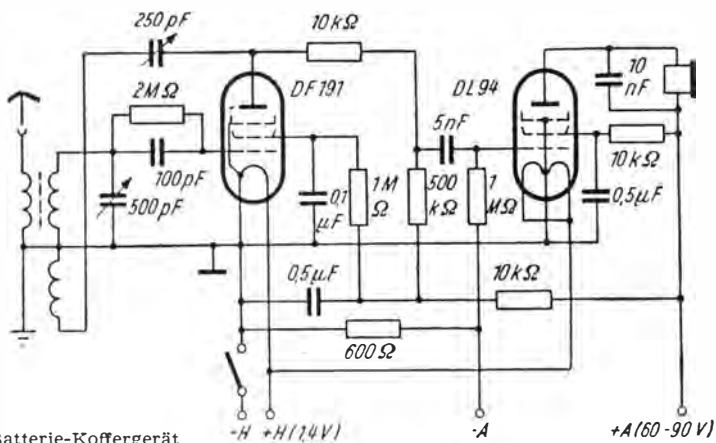

Abb. 96 Batterie-Koffgergerät
2. Kombination: Batteriekoffergerät mit DF 191 und DL 94 (Abb. 96).